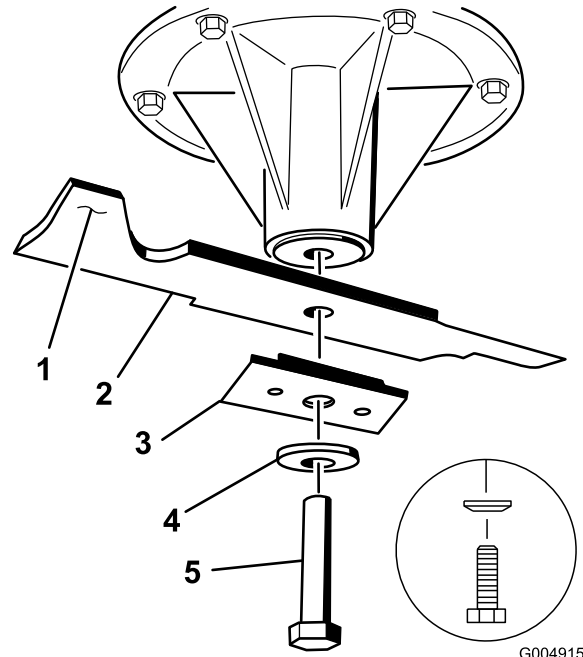

Figura 58
- En carcasas de corte de 36 pulgadas, retire el perno de la cuchilla, la arandela curva, el refuerzo y la cuchilla del eje (Figura 58).
3. En las carcasas de corte de 36 pulgadas, instale la cuchilla, el refuerzo, la arandela curva y el perno de la cuchilla (Figura 58).